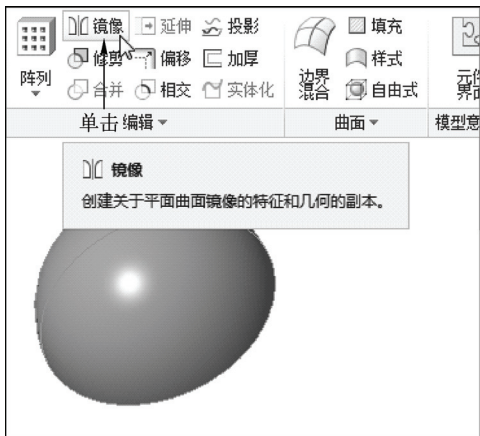

图 10-54 单击“镜像”按钮
STEP 02 在绘图区中选择曲面对象, 在功能区选项板的“模型”选项卡中, 单击“编辑”面板中的“镜像”按钮, 如图 10-54 所示。